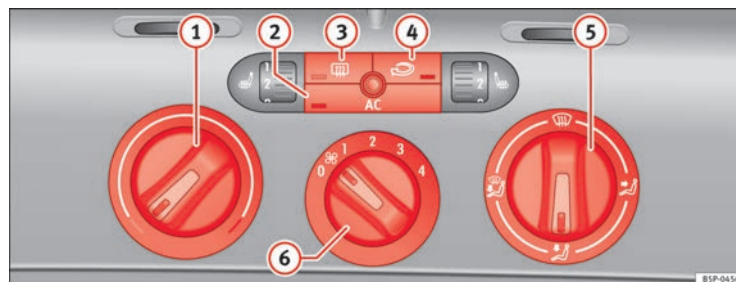

Fig. 129 Sur la planche de bord : éléments de commande du Climatic
- Tournez le régulateur de température ⇒ fig. 129 ① vers la droite pour sélectionner la puissance calorifique souhaitée.